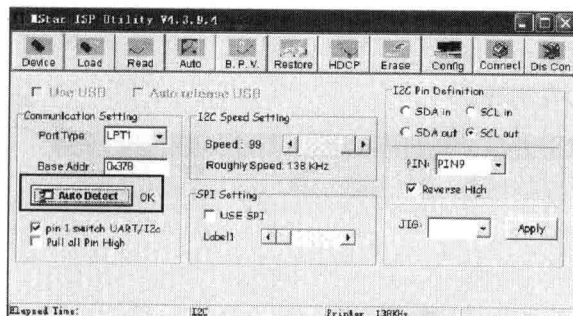

图 1-30
3) 如图 1-30 所示, 单击“Auto Detect”按钮, Base Addr 栏后显示“OK”, 即可进行下一步骤。